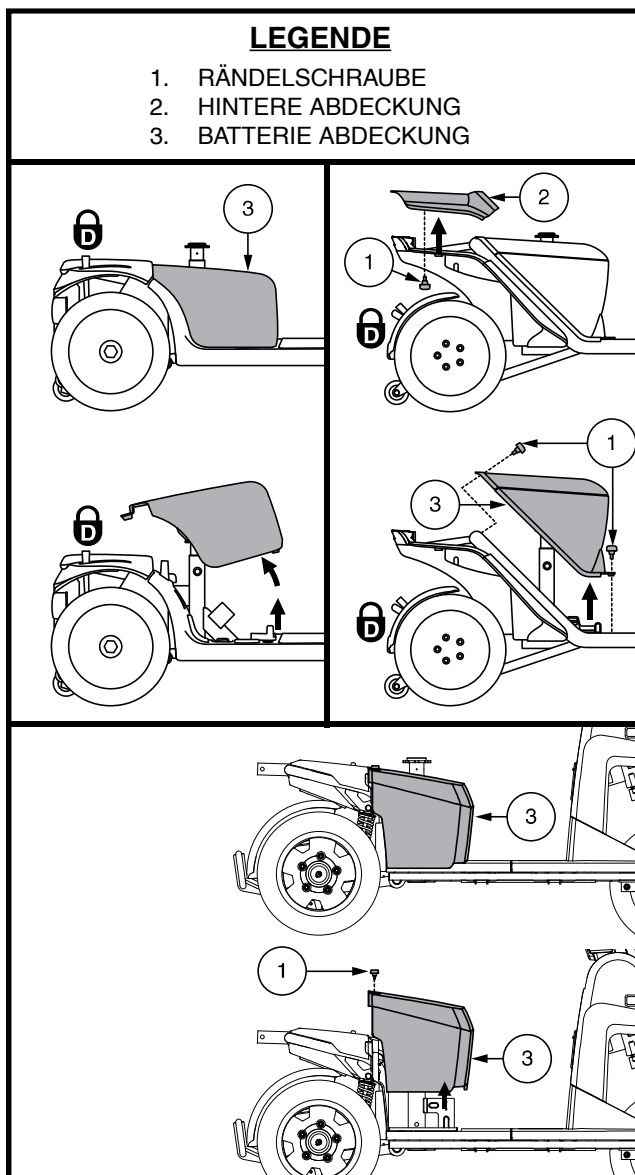

Abb. 15. Entfernung/Ersetzung der Abdeckung
1. Entfernen Sie den Sitz und die hintere Abdeckung. **Siehe Abb. 15.**
- a.) Für modellen 614 und 714, entfernen Sie die Batterie Abdeckung indem Sie die zwei (2) Rändelschrauben, die es am Scooter Rahmen befestigen, abschrauben und die Abdeckung hoch und vom Scooter heben. **Siehe Abb. 15.**
- b.) Für modellen 614 und 714, entfernen Sie die Batterie Abdeckung indem Sie die vier (4) Rändelschrauben, die es am Scooter Rahmen befestigen, abschrauben und die Abdeckung hoch und vom Scooter heben. **Siehe Abb. 15.**